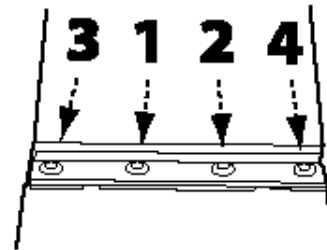

FIGURA 10
10. Vuelva a colocar la barra sujetadora y apriete los cuatro tornillos para sujetarla a la cabeza de corte. Apriete ligeramente cada uno de los tornillos de fijación, asegurándose de seguir la secuencia que se muestra en la figura 10.